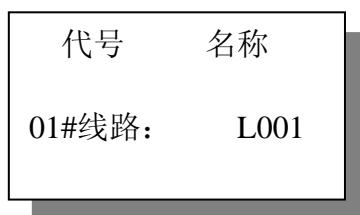

图 5.19
f) “线路名称”：可根据需要定义每条线路的名称以方便查询，名称长度最多可设为 4 字符，每位可用 0~9 的数字或 A~Z 的字母来表示。代号为 4 段母线和出线顺序号。如图 5.19 所示：